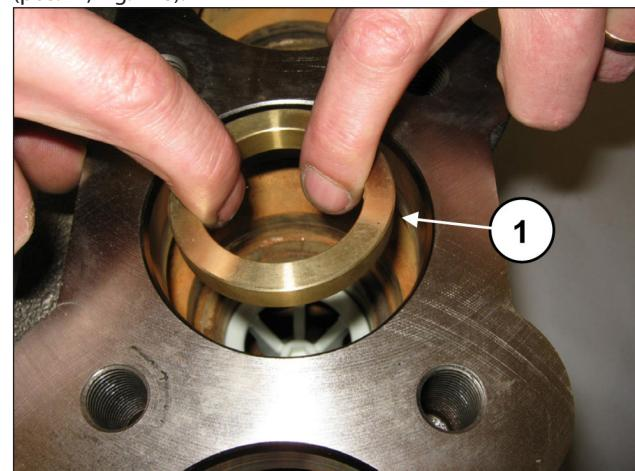
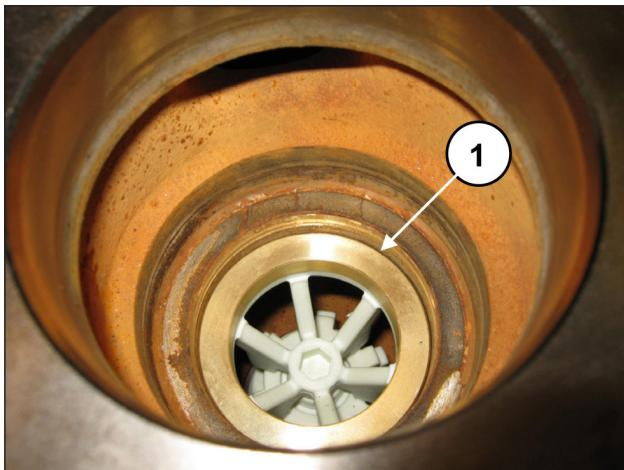

Fig. 117
Fig. 118
Introducir la anilla distanciadora en el alojamiento de la válvula (pos. ①, Fig. 117), apoyándola en el distanciador (pos. ①, Fig. 118).